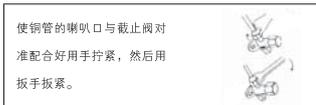

图 24
(3) 在截止阀与管的喇叭口处涂少许润滑油，然后按图24所示拧紧纳嘴。
(4) 按图24所示用扳手牢固地将纳嘴扳紧，扭矩力按表(5)规定执行。